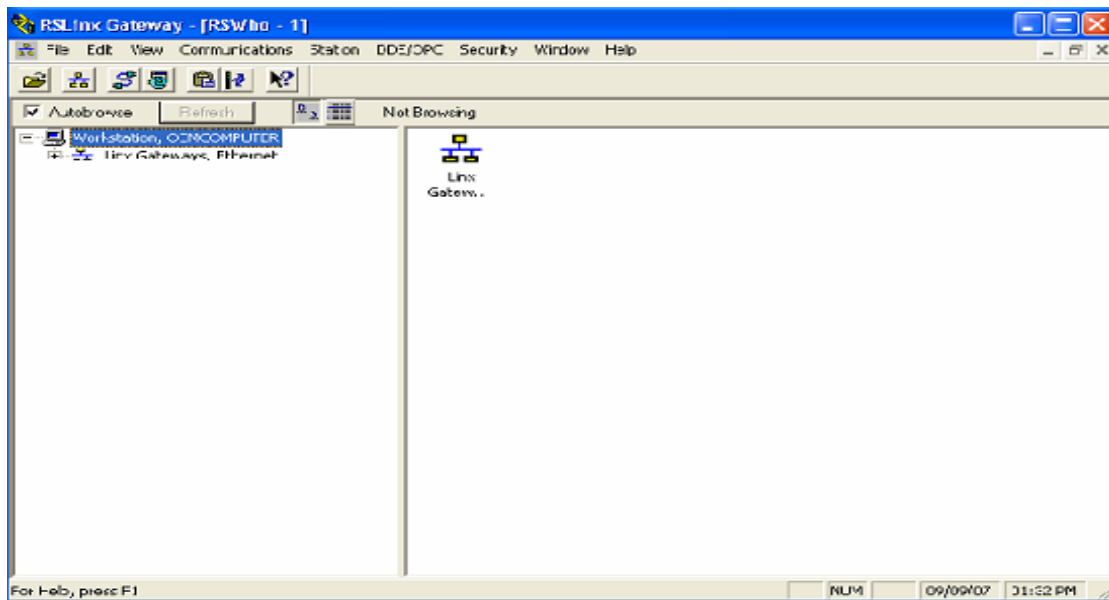

Figura 3.4 Software RSLinx
2. Ejecute el programa RS linx. Figura 3.4